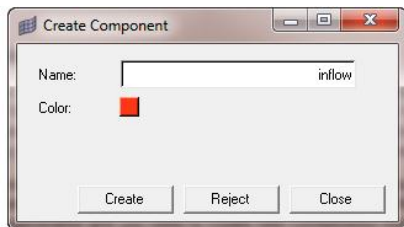

图 5-151 创建新组件并命名为 inflow
(1) 将 CFD_Tetramesh_core 集合重命名为 fluid。这个集合将保留所有的 3D 体网格单元。
(2) 选择 BCs>Organize, 将 CFD_boundary_layer 集合中的所有单元移动到 fluid 集合中。
(3) 选择 BCs> Faces 来自动生成 ^faces 集合, 其中包含了 fluid 集合中单元的面网格。
(4) 选择 BCs > Component > Single 来创建两个新组件并命名为 inflow 和 outflow。组件创建窗口如图 5-151 所示。